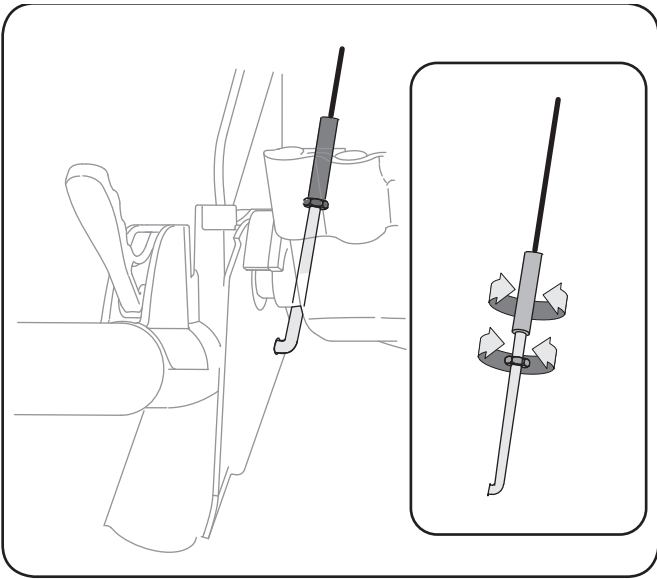

Figure 6-7
1. Desserrez l'écrou de blocage à six pans qui se trouve sur le raccord en «Z» du câble de commande de la transmission. Voir la Figure 6-7.
2. Filetez la virole, sans tordre le câble, sur le raccord en «Z» jusqu'à ce que le câble soit bien tendu, sans mou. Voir la Figure 6-7. Ne tendez pas excessivement le câble. Tenez les méplats de la virole avec une pince et serrez l'écrou de blocage contre la virole.
4. Resserrez ensuite le contre-écrou à six pans. Voir la Figure 6-7.